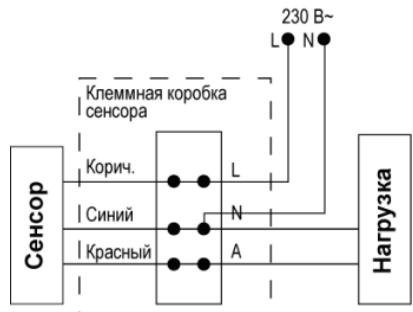

Рис.1
4. Подключите провода к клеммным зажимам в соответствии со схемой (см. рис. 1):